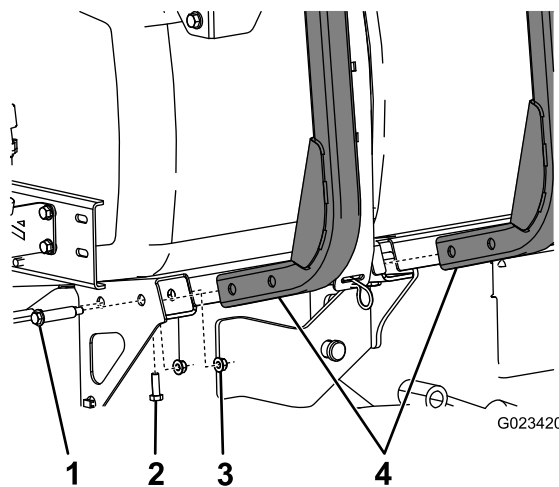

図 2
2. ホースリール・フレームの裏側部分を機体に固定する；ボルト（5/16 インチ）2本とジャムナット2個を使用する（図 2）。
1. 機体の側部にホースリール・フレーム（2個）を取り付ける；ショルダボルト4本と、フランジナット（5/16 インチ）4個を使用して図 2のように取り付ける。